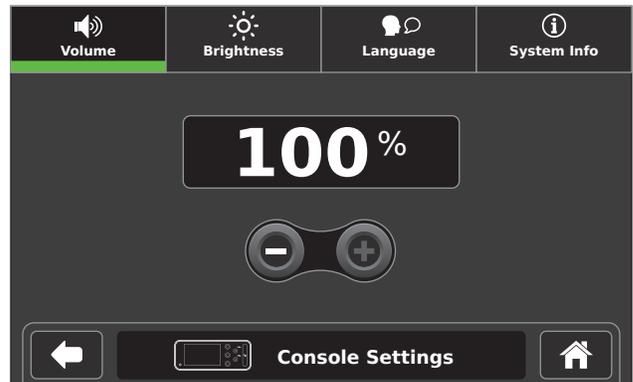

Figure 13 – Écran paramètres console
2. Appuyer sur l'onglet de menu applicable pour gérer les paramètres console selon les besoins (Figure 13):